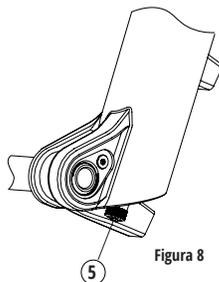

Figura 8
- Retire a tampa da válvula negativa (5) (Figura 8) e remova toda a pressão da câmara de ar negativa até zerar;